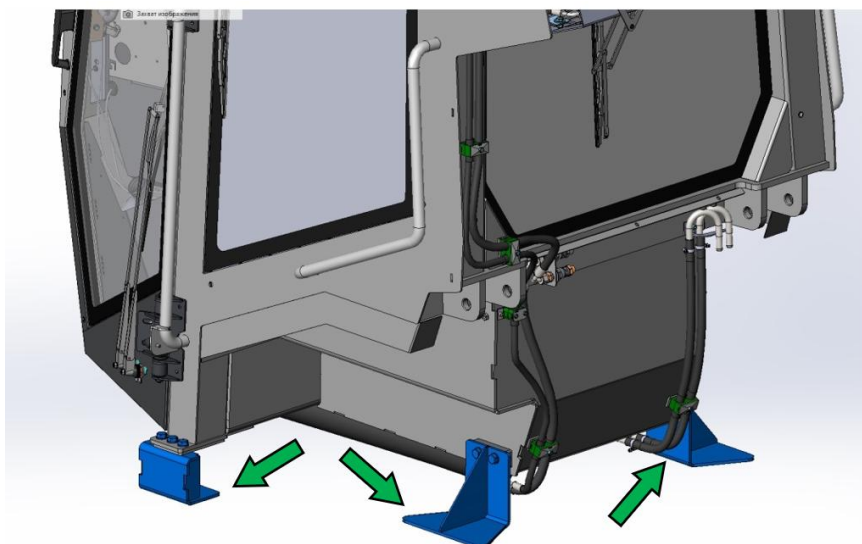

Рисунок 12. Комплект опор кабины для транспортировки
- ▶ Перед погрузкой кабины на грузовую платформу произвести установку комплекта опор кабины (приобретается отдельно) (см. рис. 12, показаны стрелками).